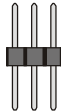

Figura 4-8
- (1) Connettore a 3-pin maschio/maschio (mostrato in Figura 4-8).
- (4) Ponticelli